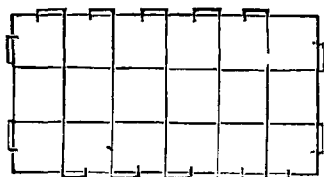

Рис. 18.
18. Концы проволоки закрѣпляютъ, загибая и вколачивая ихъ въ дерево, какъ показано на рис. 18.